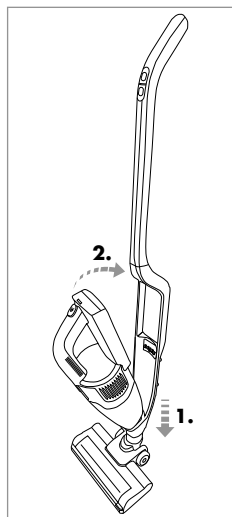

Rys. 2
- 1) Odkręć śrubę **18** z tyłu na trzonku **12** wkrętakiem krzyżakowym obracając go w lewo. Wyciągnij śrubę **18** z otworu śruby na trzonku **12** (rys. 2).
- 2) Załóż trzonek **12** na uchwyt trzonka znajdujący się na urządzeniu. Wsuń trzonek **12** całkowicie na uchwyt trzonka, aż mocno będzie osadzony na urządzeniu (rys. 2).
- 3) Włóż śrubę **18** ponownie w otwór śruby z tyłu na trzonku **12**. Dokręć śrubę **18** wkrętakiem krzyżakowym obracając go w prawo (rys. 2).